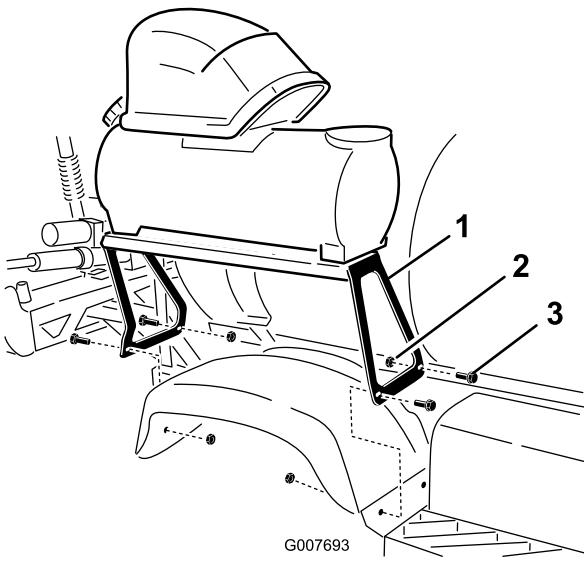

図 5
3. 右後ろのフェンダにブラケットを取り付ける；キャリッジボルト (5/16 1-1/4 インチ) 4本とロックナット (5/16 インチ) (4 個) を 図 5 のように使用する。